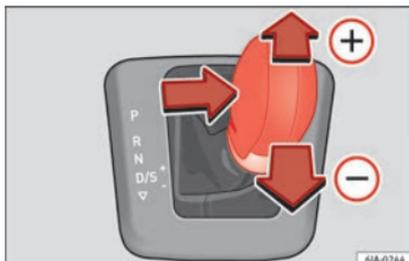

Abb. 180 Wählhebel: Tiptronic.
- Drücken Sie den Wählhebel sanft nach vorne **+** » **Abb. 180**.
- Ziehen Sie den Wählhebel sanft nach hinten **-** » **Abb. 180**.